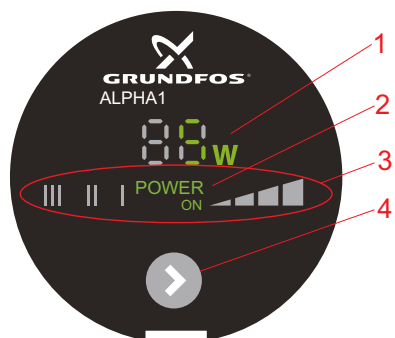

Fig. 11 Panneau de commande du GRUNDFOS ALPHA1
L'écran (fig. 11, pos. 1) est allumé lorsque l'appareil est sous tension.
La barre lumineuse "POWER ON" (fig. 11, pos. 2) est allumée lorsque l'appareil est sous tension.
Le circulateur a sept réglages en option qui peuvent être sélectionnés à l'aide du bouton. Voir fig. 11, pos. 4.
À chaque pression du bouton (fig. 11, pos. 5), le réglage du circulateur est modifié.